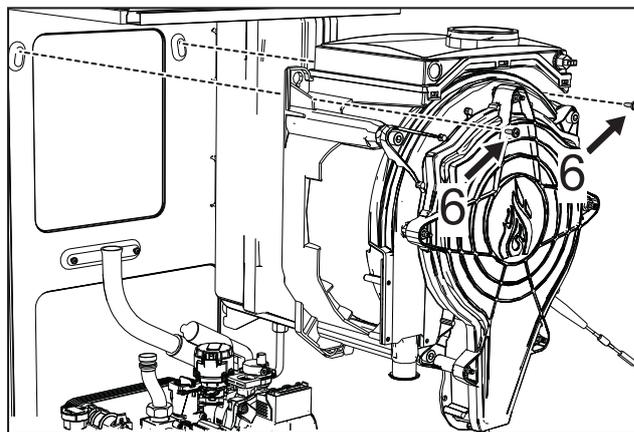

рис. 65
- Снимите 2 **верхних винта "6"** служащих для крепления теплообменника к раме (рис. 65)